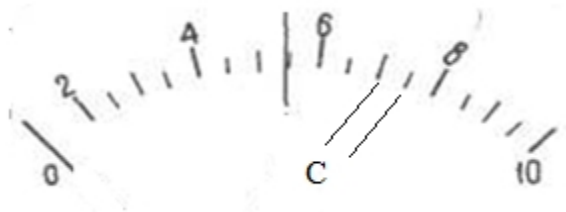

Рис.3
Любая шкала имеет *рабочий участок*, в пределах которого погрешность прибора не выходит за указанный класс точности (рис.3 2-10)
Шаг шкалы – интервал между оцифрованными делениями (Рис.3 (2)).
$$C = (8 - 6)/4 = 0,5 \text{ (Рис.3)}$$